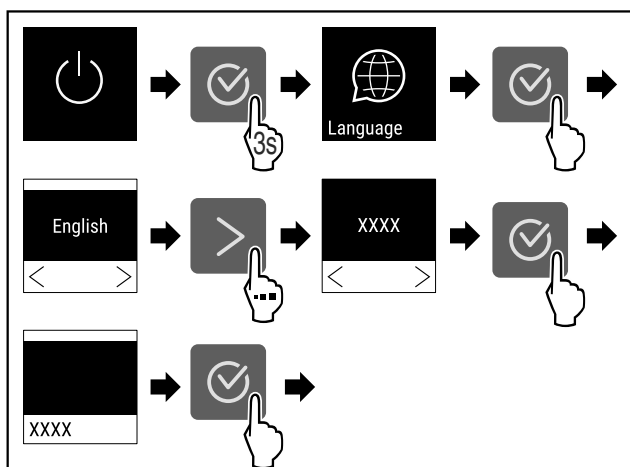

Fig. 52
▶ Végezze el a gyakorlati lépéseket (lásd Fig. 52).